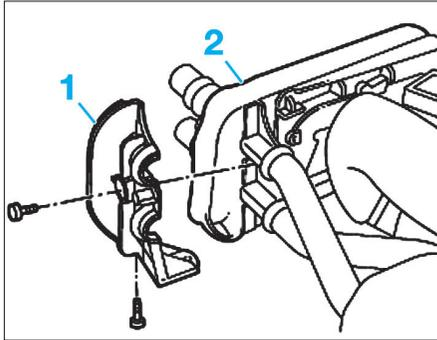

Fig. 20
- Déposer le collier de maintien (1) ainsi que le support (2) (Fig.20).